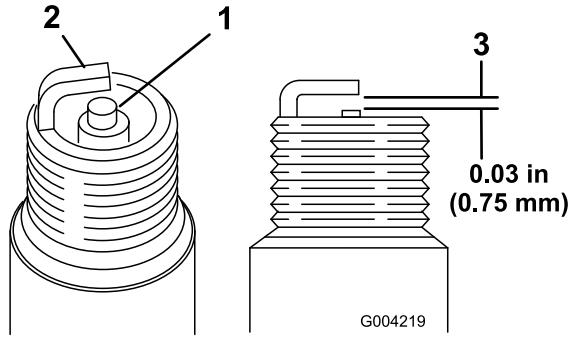

Bild 51
1. Sehen Sie sich die Mitte der Zündkerzen an (Bild 51). Wenn der Kerzenstein hellbraun oder grau ist, ist der Motor richtig eingestellt. Eine schwarze Schicht
- 2. Prüfen Sie den Abstand zwischen den mittleren und seitlichen Elektroden (Bild 51).
- 3. Verbiegen Sie die seitliche Elektrode (Bild 51), wenn der Abstand nicht stimmt.